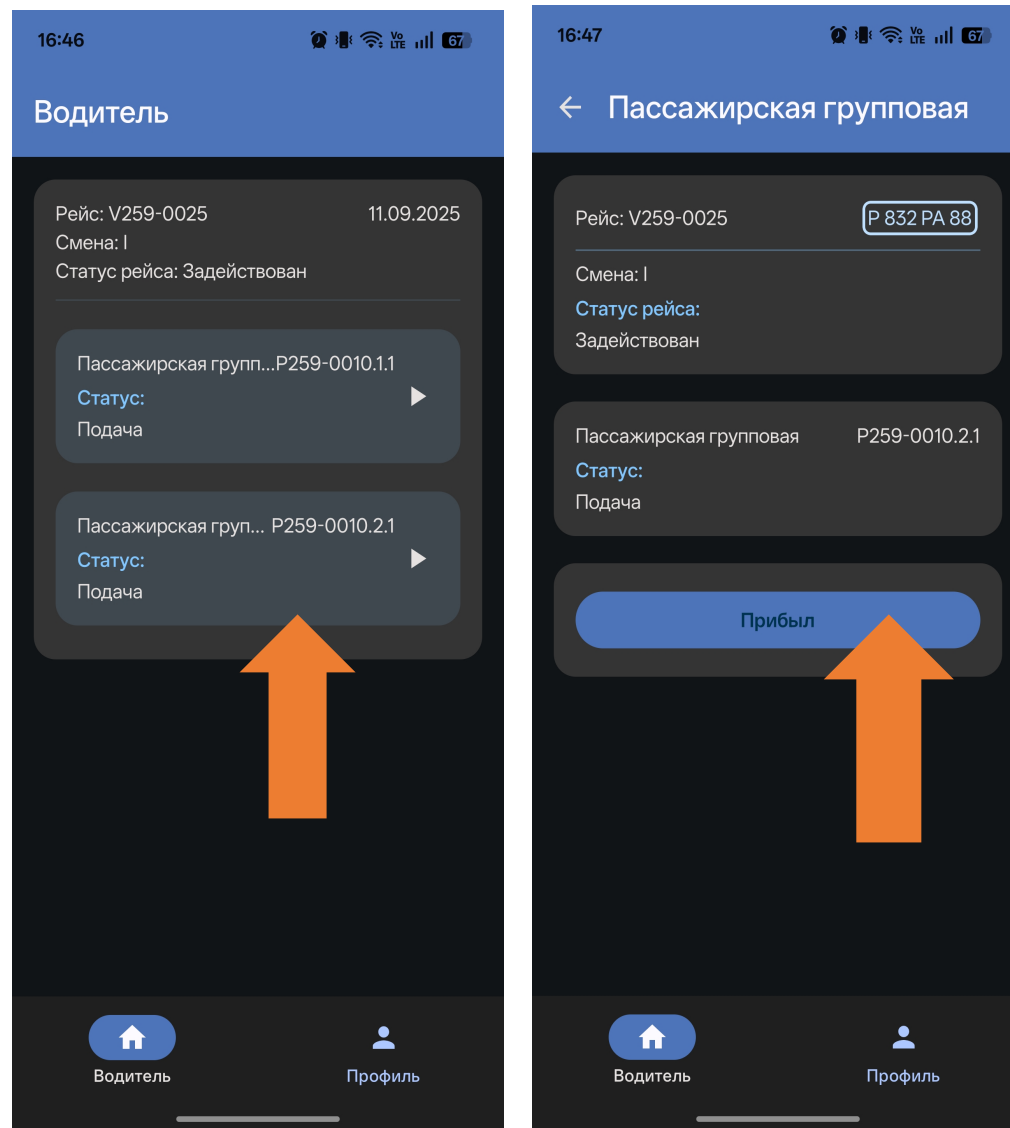

Рисунок 61. Выполнение шагов в мобильном приложении
1. В мобильном приложении найдите и откройте Задачу, по которой происходит выполнение шага (см. Рисунок 61).
2. В открывшемся интерфейсе подтвердите окончание выполнения шага нажатием на кнопку, соответствующую окончанию выполнения шага (см. Рисунок 61).